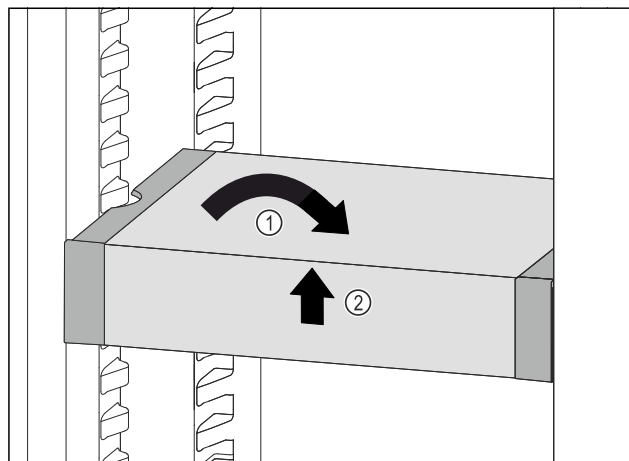

Fig. 197
- Вирівняти VarioSafe. Fig. 197 (1)
- Підняти VarioSafe спереду. Fig. 197 (2)